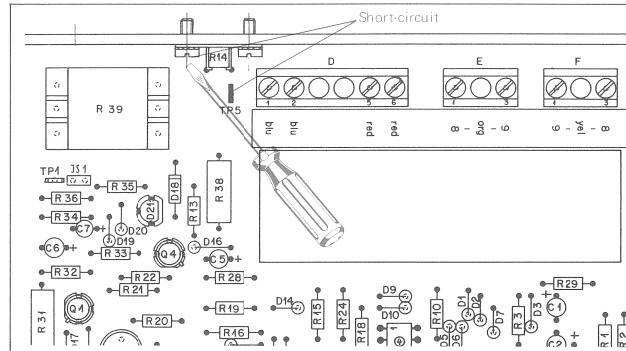

Fig. 1.4.1
- Sofort kurzschließen mit Schraubenzieher auf Netzteil (1.068.634) zwischen TP5 und +12 V (siehe Fig. 1.4.1). Es ist dabei ein merklicher Stoss im Schraubenzieher zu verzeichnen.
- Use screwdriver to short-circuit TP5 and +12 V in the power supply 1.068.634 (see fig. 1.4.1). When making this connection, a distinct jerk will be felt in the screwdriver.
- A l'aide d'un tournevis, court-circuiter le point test TP5 et +12 V (voir fig. 1.4.1); au moment du court-circuit, il se produira une forte secousse sur le tournevis.